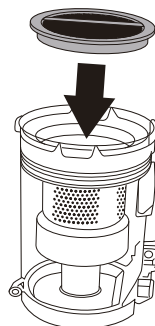

Рисунок 5
8. Соберите детали циклонного фильтра, следуя указаниям стрелки и значка заблокированного замка. Затем поместите циклонный фильтр обратно в контейнер. Не забудьте вставить круглый губчатый фильтр обратно в верхнюю часть циклонного фильтра. (Рисунок 5)